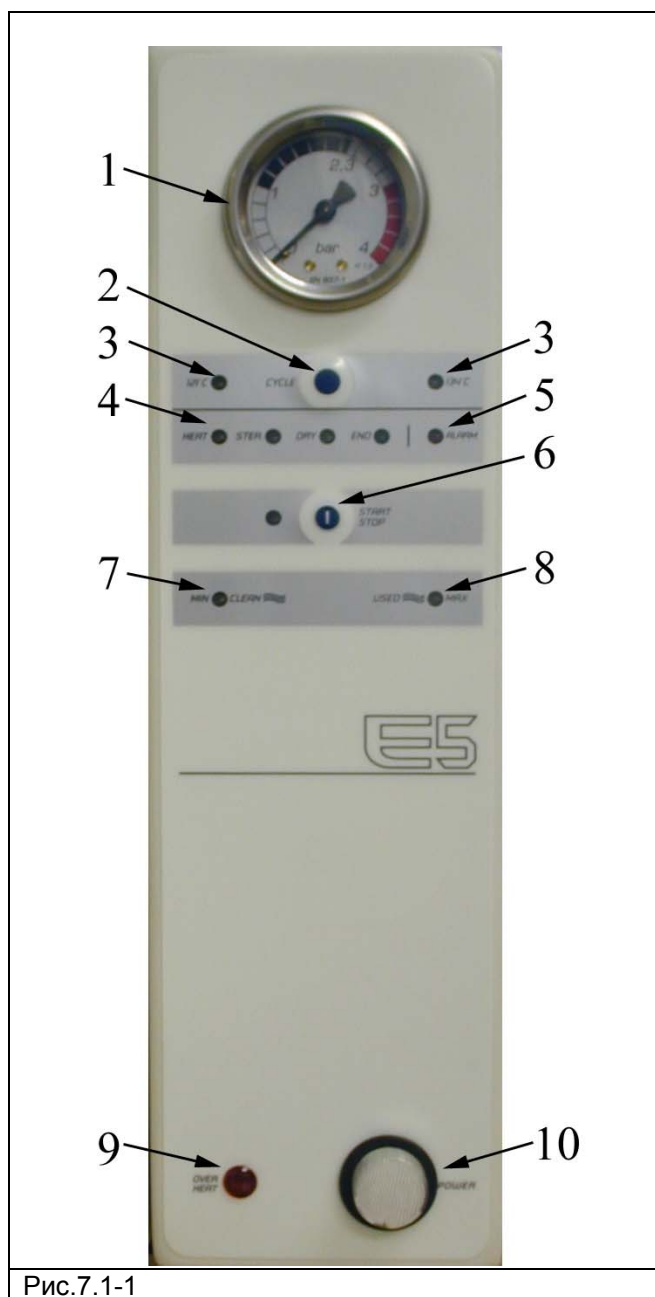

Рис.7.1-1
ВНИМАНИЕ: открывайте и закрывайте дверь автоклава только после включения кнопки POWER (10 Рис. 7.1-1).
Описание панели управления (Рис. 7.1-1)
Служит для выбора типа стерилизационного цикла, который может проходить при температуре 121°C или 134°C. В зависимости от выбранного цикла включится соответствующая индикация (3 Рис. 7.1-1).
- Включите автоклав при помощи выключателя POWER (**10** Рис. 7.1-1)